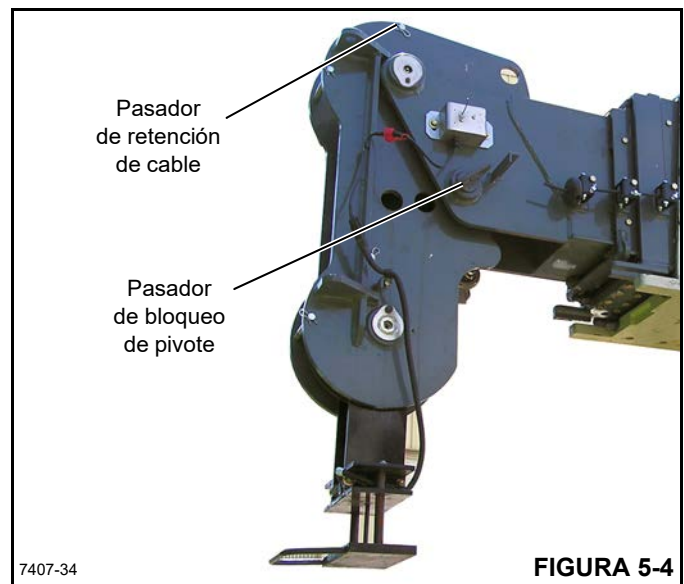

FIGURA 5-4
3. Retire la pinza de retención del pasador de retención de cable, retire el pasador de retención de cable de la parte superior de la cabeza de la pluma (Figura 5-4).
4. Retire la chaveta y el pasador de bloqueo de pivote (Figura 5-4).
6. Instale el pasador de retención de cable y la pinza de retención en la parte superior de la cabeza de la pluma (Figura 5-4).
3. Retire la pinza retenedora y la pinza de retención de cable de la parte superior de la cabeza de la pluma (Figura 5-4).
7. Instale el pasador de retención de cable y la pinza de retención en la parte superior de la cabeza de la pluma (Figura 5-4).